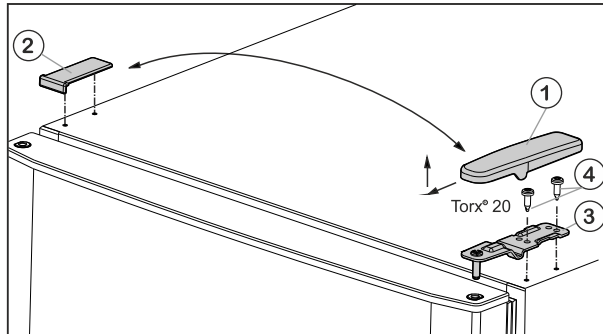

Fig. 6
- ▶ Retirer le cache Fig. 6 (1) par l'avant et le haut.
- ▶ Soulever le cache Fig. 6 (2).
- ▶ Dévisser le support de palier supérieur Fig. 6 (3) (2 fois Torx® 20) Fig. 6 (4) et le retirer par le haut.
- ▶ Placer le support de palier supérieur Fig. 6 (3) sur le nouveau côté de la charnière et dans la porte.
- ▶ Revisser le support de palier (**en appliquant un couple de 4 Nm**) (2 Torx® 20) Fig. 6 (4). Utiliser au besoin une visseuse sans fil.
- ▶ Replacer le cache Fig. 6 (1) du côté opposé par l'extérieur et l'enclencher.
- ▶ Replacer le cache Fig. 6 (2) du côté opposé par le haut et l'enclencher.